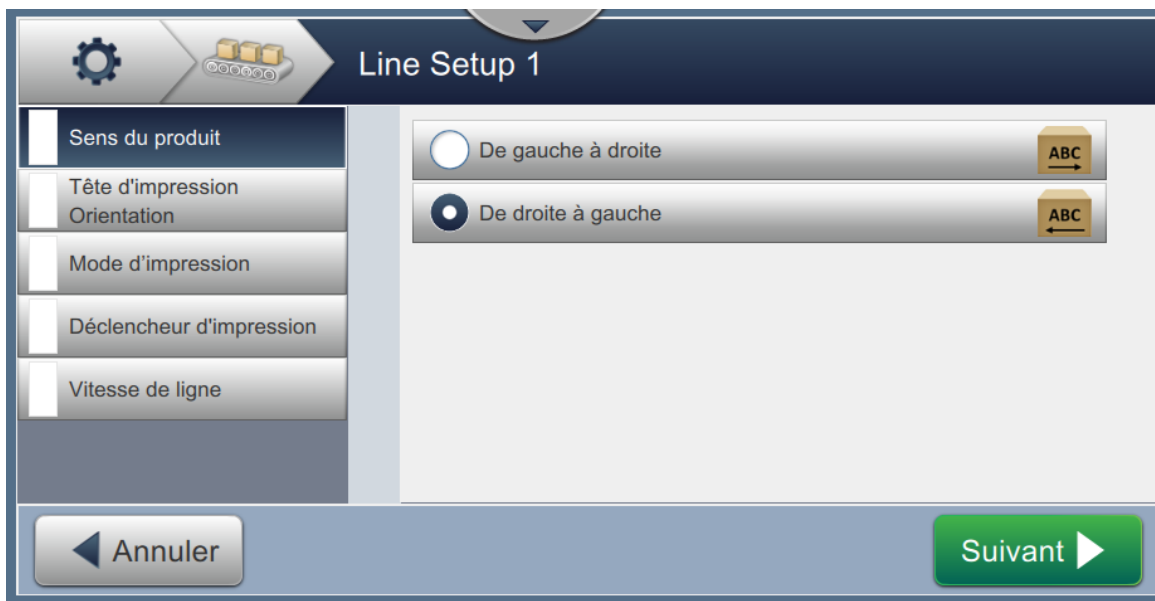

Figure 6-27 : Paramètres de configuration de ligne
4. Pour configurer la configuration de ligne, suivez les étapes pour parcourir chaque paramètre et sélectionnez l'option souhaitée comme illustré dans Figure 6-27.
1. Appuyez sur l'option *Sens du produit* dans l'écran des paramètres de configuration de ligne comme illustré dans Figure 6-27.